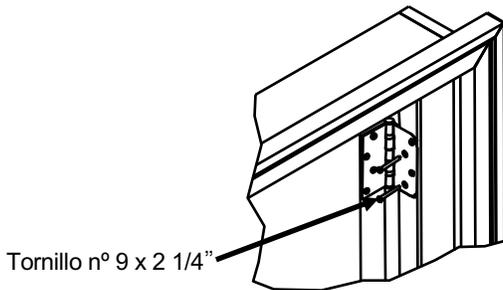

Figura 3
- 3** Instale 2 tornillos en la ubicación que se muestra en la Figura 3 en la bisagra superior y 1 en cada una de las 2 o 3 bisagras inferiores (puerta de 8 pies) (tornillos incluidos en el kit de instalación).